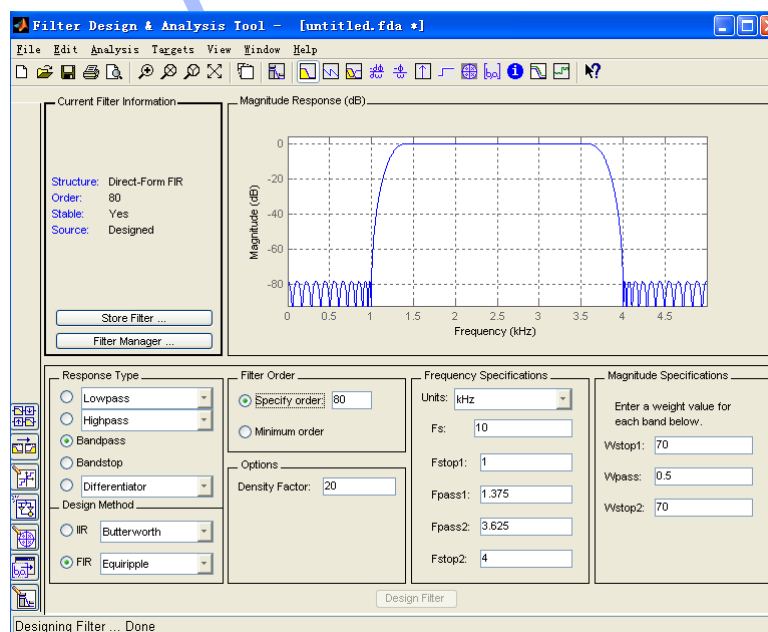

图 1-2
1.2、在选项中选择或输入滤波器参数，然后点击“Design Filter”按钮，完成滤波器的设计。具体参数及设计成功后的结果如图 1-2